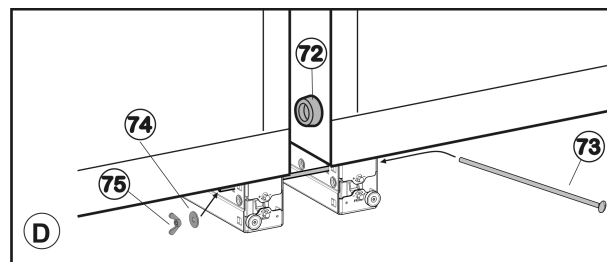

Fig. 46
- Insérer la longue vis à tête bombée Fig. 46 (73).
- Pousser la rondelle Fig. 46 (74) et l'écrou Fig. 46 (75) sur la vis. Serrer l'écrou jusqu'à ce que la pièce d'écartement Fig. 46 (72) touche la paroi latérale opposée.